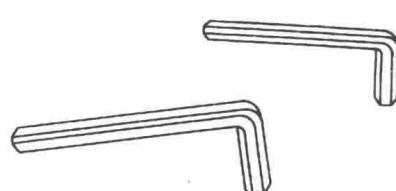

图 1-11 内六角扳手
(5) 内六角扳手(图 1-11) 内六角扳手用来扳紧或松开内六角螺钉，常用规格是 6mm、8mm 和 10mm (六角的对边尺寸)。